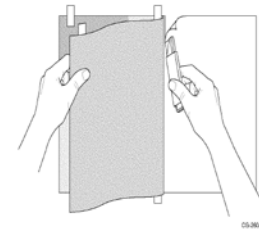

Bild 9
3. Die Folie / Grafik wird nun von links nach rechts oder umgekehrt über das vertikale Scharnier geklappt. Das Schutzpapier wird entfernt und entlang des Scharniers abgeschnitten (Bild 9).